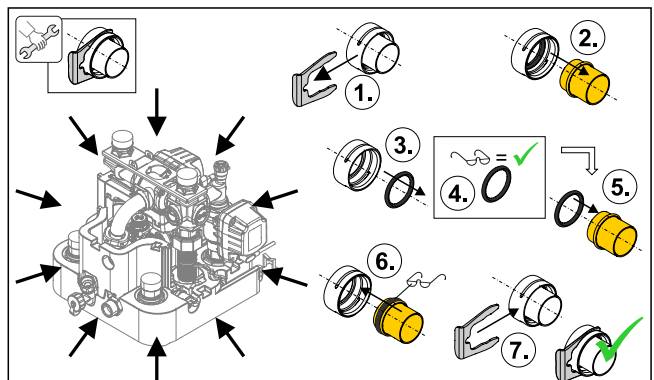

Bild 3-19 Hydraulik-Steckverbindungen
- O-Ringe nach der Demontage bzw. vor der Montage einer Steckverbindung immer auf dem einzusteckenden Teil platzieren (siehe Bild 3-19).